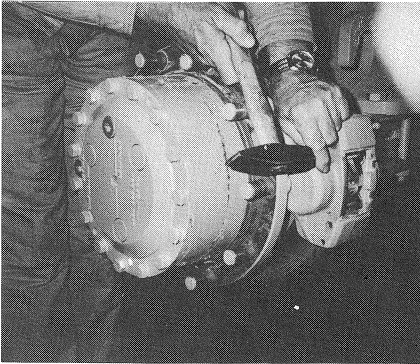

Bild 51
- Before the filter cartridge is mounted, check the seals for damage and press in the releasing button of the vacuum indicator (Fig. 51/arrow); the red "service field" becomes transparent.
- Avant de monter la cartouche de filtre, vérifier l'état des joints et enfoncer le déclencheur de l'indicateur de dépression (fig. 51/flèche), le signal rouge de "service" devient transparent.
- (1) Rad abbauen.
- (2) Abdeckblech vom Bremssattel entfernen.
- (3) Oberen Haltestift mit Dorn austreiben (Bild 51).
- (1) Dismount the wheel.
- (2) Remove cover plate from caliper.
- (3) Expel upper locking pin by means of a drift (Fig. 51).
- (1) Démonter la roue.
- (2) Enlever la tôle protectrice de l'étrier.
- (3) Chasser la goupille de fixation supérieure à l'aide d'un poinçon (fig. 51).